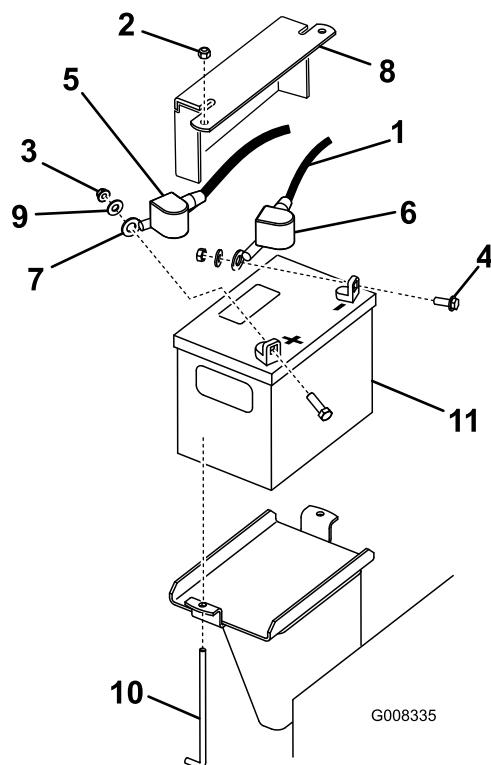

Figura 49
3. Levante a tampa de borracha preta no cabo negativo. Desligue o cabo negativo da bateria do terminal negativo (-) da bateria (Figura 49).
- 4. Retire a proteção do terminal vermelho do terminal positivo (vermelho) da bateria. Em seguida, retire o cabo positivo (vermelho) da bateria (Figura 49).
- 5. Remova a placa de fixação, pernos em J e porcas de bloqueio que prendem a bateria (Figura 49). Retirar a bateria.
1. Utilizando os fixadores anteriormente retirados, instale o cabo da bateria positivo (vermelho) no terminal da bateria positivo (+) (Figura 49).
3. Utilizando os fixadores anteriormente retirados, instale o cabo da bateria negativo (preto) no terminal da bateria negativo (-) (Figura 49).
4. Prenda a bateria utilizando a barra e as quatro porcas de orelhas (Figura 49).